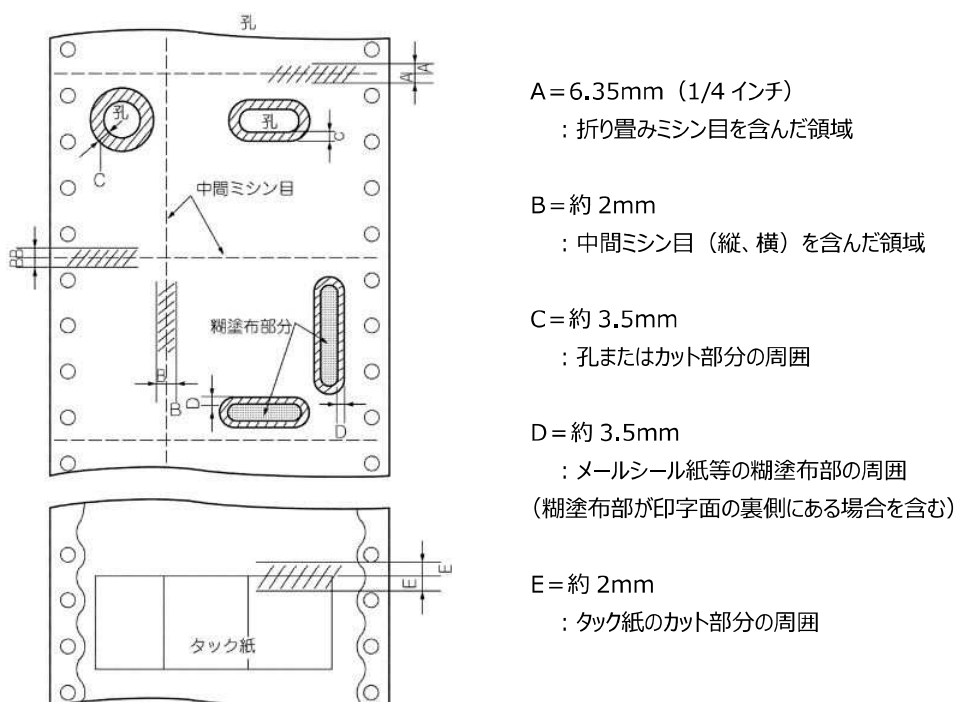
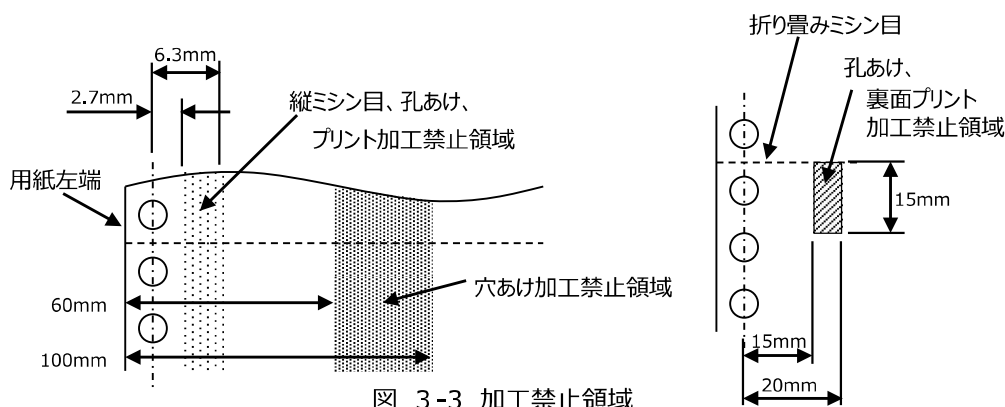

図 3-2 印字禁止領域
図 3-3 加工禁止領域
該当する禁止領域例を図 3-2、図 3-3 に示します。
- (3) 中間ミシン目の凹凸やバリの存在が印字品質低下の原因となります。凹凸やバリのない用紙を使用すると共に、ミシン目近傍の印字を避けたデザインとしてください。余白の目安は約 2mm です。(図 3-2 参照)
- (4) 中間ミシン目から裁断したときに印字データが分割されてしまうことを防ぐため、ミシン目近傍に重要なデータを印字することは避けてください。余白の目安は約 2mm です。(図 3-2 参照)
- (5) 当社装置には構造上、縦ミシン目を設けることのできない領域が規定されているものがありますので注意してください。(図 3-3 参照)
- (6) 中間横ミシン目の本数が多くなると、用紙のバツキやスタッカ障害の原因となります。中間横ミシン目の本数はできるだけ少なくしてください。多くなる場合は、タイ／カット比率を工夫すると共に、十分に事前確認をする必要があります。